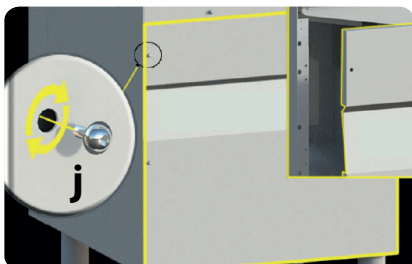

Abb. 11
- Entfernen Sie die Untertürverkleidung indem Sie die Schrauben lösen, um Zugang zum technischen Fach zu erhalten. (Punkt **j** - siehe **Abb. 11**).